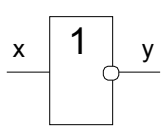

Рис. 153
**1.** Логическое отрицание (или инверсия). Записывается эта функция так:  $y = \bar{x}$ . Данная функция реализуется логическим элементом, который называется инвертором или же элементом НЕ (смотрите рис. 153).